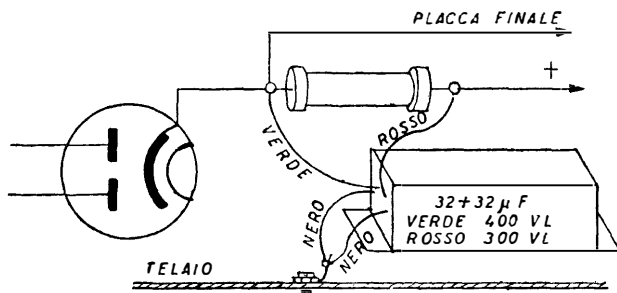

Fig. 2.5. - Colorazione dei terminali dei condensatori elettrolitici in base alla polarità e alla tensione di lavoro (salvo indicazioni stampigliate).
C) Fare molta attenzione alla polarità. L'inversione anche momentanea della polarità distrugge il condensatore. Se vi sono linguette metalliche, la polarità è indicata vicino ad esse. Se vi sono conduttori gommati, il rosso è il positivo, ed il nero è il negativo. Se la custodia è metallica, essa sostituisce il terminale negativo, e va fissata alla base metallica. Se nella stessa custodia sono collocati due condensatori, i terminali sono generalmente quattro, due neri (negativi che vanno uniti insieme e collegati alla base, salvo casi particolari), e due rossi, se i condensatori sono identici, sia per capacità sia per tensioni di lavoro. Se uno ha capacità superiore, e **tensione** uguale, il conduttore relativo è rosso mentre l'altro è verde. Nel caso di due condensatori di capacità eguale è sempre rosso quello a tensione maggiore e verde l'altro, come in fig. 2.5.